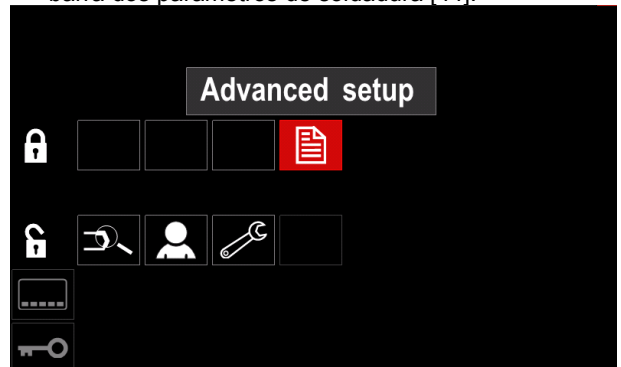

Figura 47.
- Prima o Botão da direita [36]. O ícone do parâmetro seleccionado desaparece da parte inferior do visor (Figura 47). Este parâmetro também desaparece da barra dos parâmetros de soldadura [44].